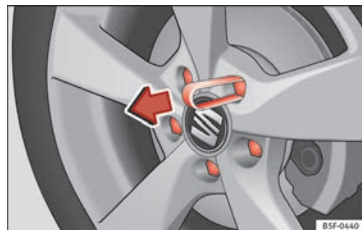

Fig. 183 Roda: parafusos da roda com capas de proteção.
- Encaixe a pinça de plástico (ferramenta de bordo) na capa de proteção até que encaixe » **Fig. 183**.